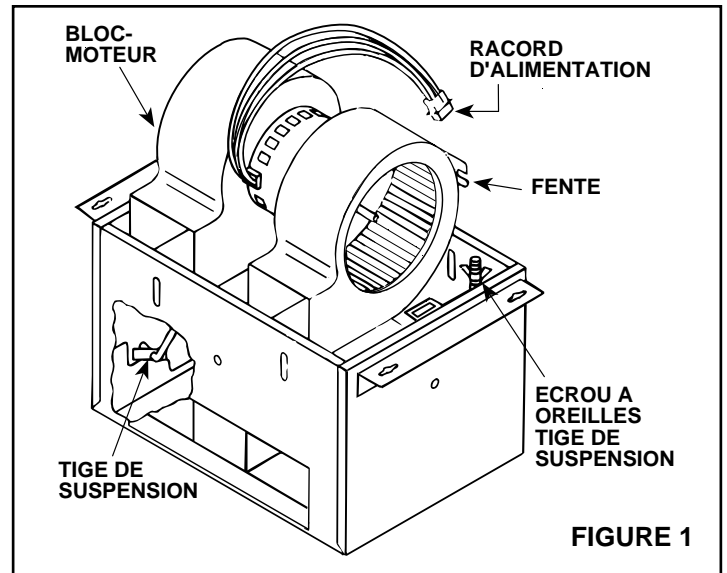

FIGURE 1
1. **Voir Figure 1.** Enlever le bloc-moteur du boîtier.